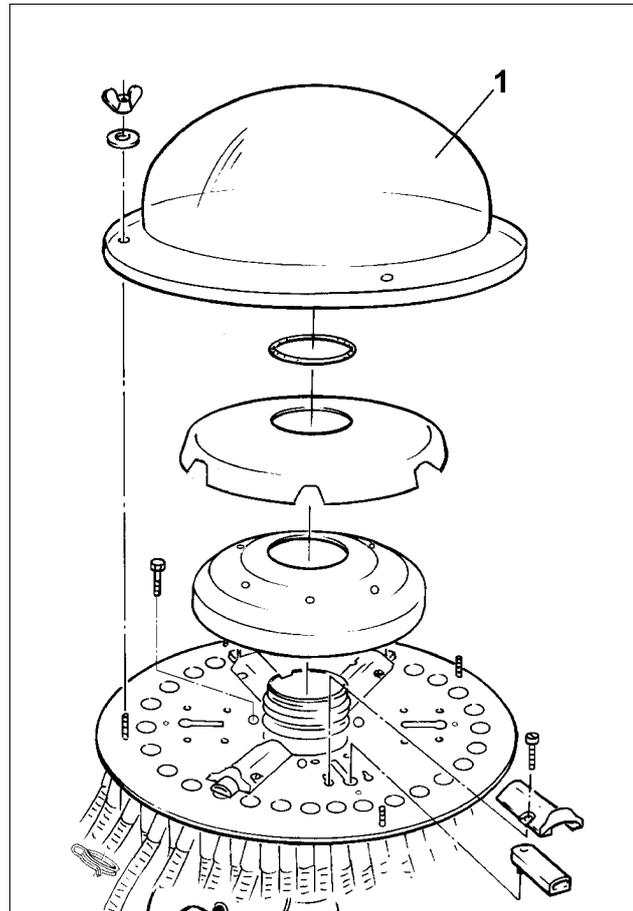

Fig. 108
- durchsichtige Kunststoffklappe (Fig. 108/1)
Zum Reinigen des Verteilerkopfes Verteileraußenhaube (Fig. 108/1) entfernen.